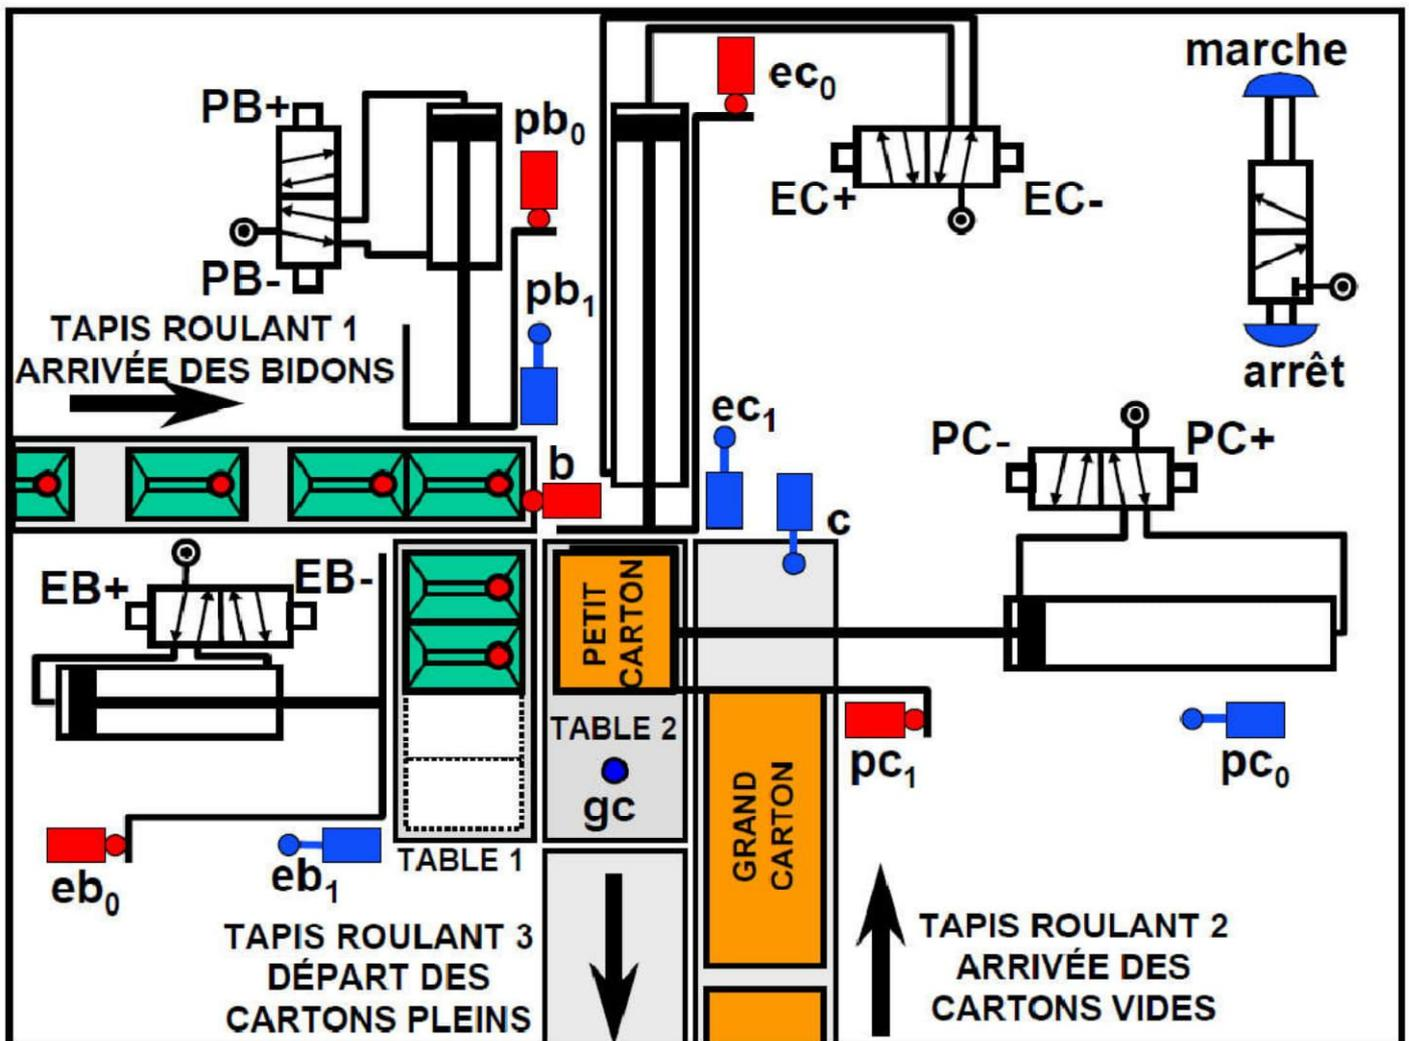

Fig. 1
À la fin de la ligne d'embouteillage, les bidons sont emballés manuellement par groupes de deux (2) dans des petits cartons ou par groupes de quatre (4) dans des grands cartons, pour être expédiés à différents distributeurs, Fig 1.
La fig1 représente le système à étudier dans son **état initial**, avant la mise en route du cycle :